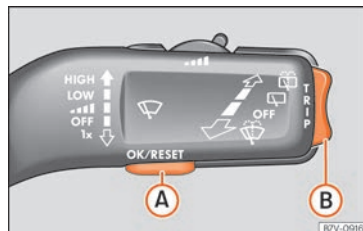
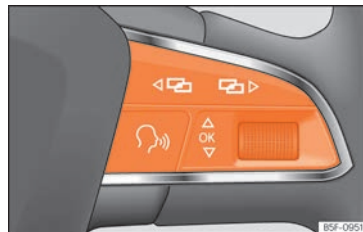

Fig. 46 Palanca del limpiaparabrisas: teclas para utilizar los menús del cuadro de instrumentos.
Fig. 47 Volante multifunción: teclas para utilizar los menús del cuadro de instrumentos.
- Si se visualiza un mensaje o el pictograma del vehículo, pulsar la tecla **OK** (» fig. 46 A) o bien » fig. 47).
- Pulse la tecla basculante » fig. 46 B) hacia arriba o hacia abajo, o bien, en el volante multifunción gire la ruedecilla, hasta marcar la opción del menú deseada.